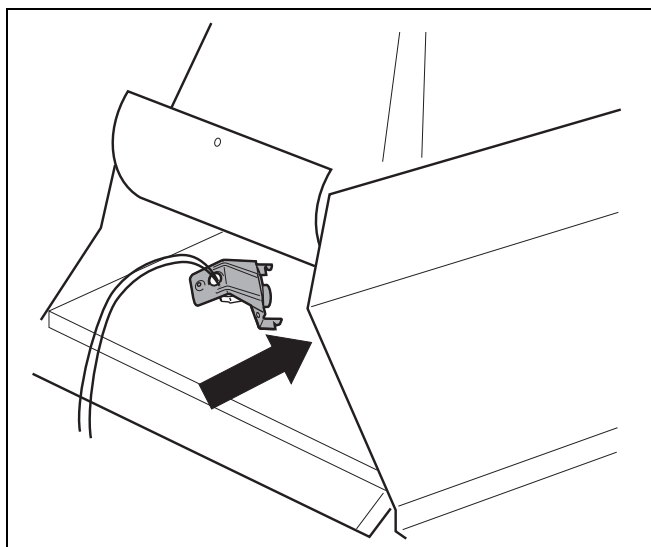

fig. 35 Vérifier le dispositif de contrôle des fumées
- Maintenir le détecteur au milieu du courant de fumées (fig. 35).